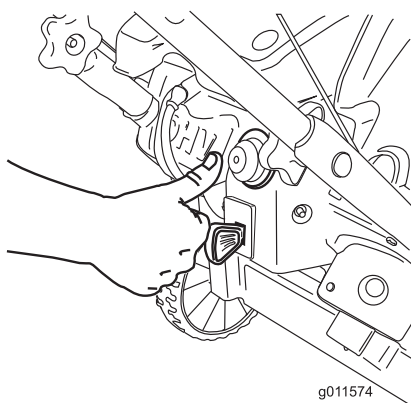

Bild 18
3. Drücken Sie die Kaltstarthilfe zweimal kräftig mit dem Daumen, halten Sie die Kaltstarthilfe jeweils für eine Sekunde gedrückt (Bild 18).